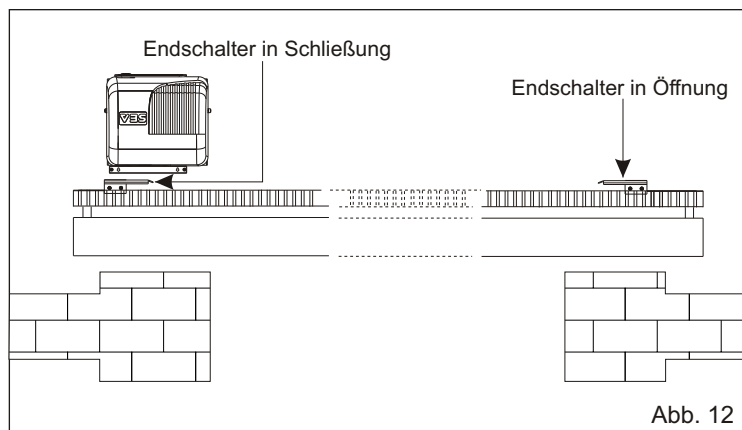

Abb. 12
6.1. Um die Endscharter in Öffnung zu installieren und einzustellen müssen die folgenden Anleitungen befolgt werden (Abb. 12):
6.2. Zur Installierung und Einstellung der Erndscharter in Schliessung wie folgt vorgehen (Abb. 12):